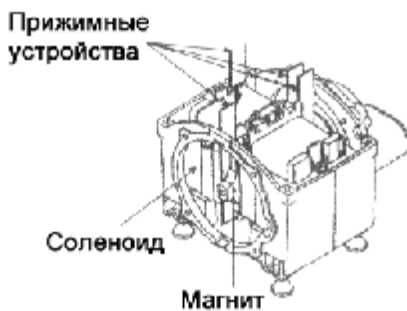

Рис. 7
- Открутите болты (С) и удалите клапанную крышку с одной стороны, предварительно отсоединив ее от L-образной трубки (Рис.7).
- Установите новую клапанную крышку и закрепите ее с помощью четырех болтов (С) (Рис. 7).
- Подсоедините L-образные трубки к клапанной крышке. Убедитесь в надежности креплений (Рис. 7).